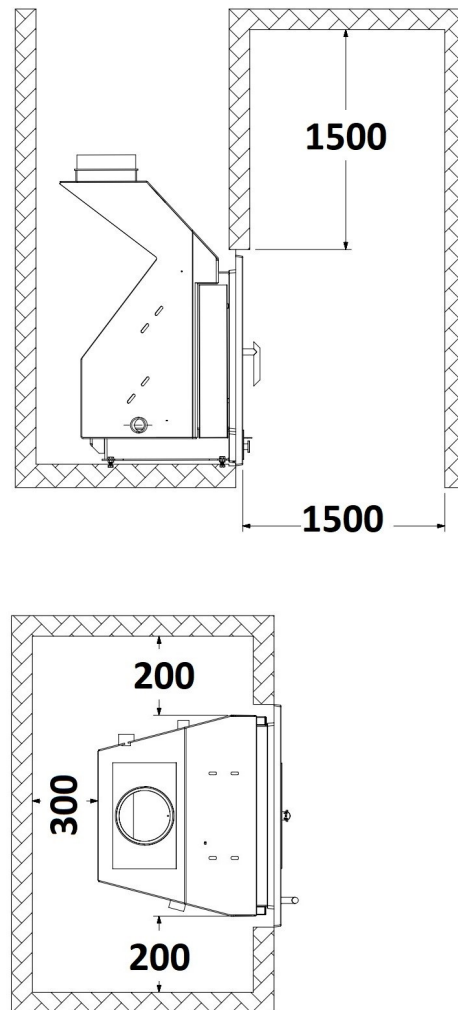

Fig. 8 - Distancias de seguridad (mm)
1. Cuando se coloque el hogar, tener en cuenta las distancias de seguridad necesarias, tanto del aparato como de la chimenea, de las superficies combustibles (paredes de madera o empapeladas, suelo de madera, muebles, cortinas, ropa, etc.). Estas mismas distancias deberán ser respetadas cuando el recubrimiento de las paredes o zonas próximas sea susceptible de deterioro o deformación por efecto de temperatura (barnices, pinturas, P.V.C. etc.). **Fig. 8**